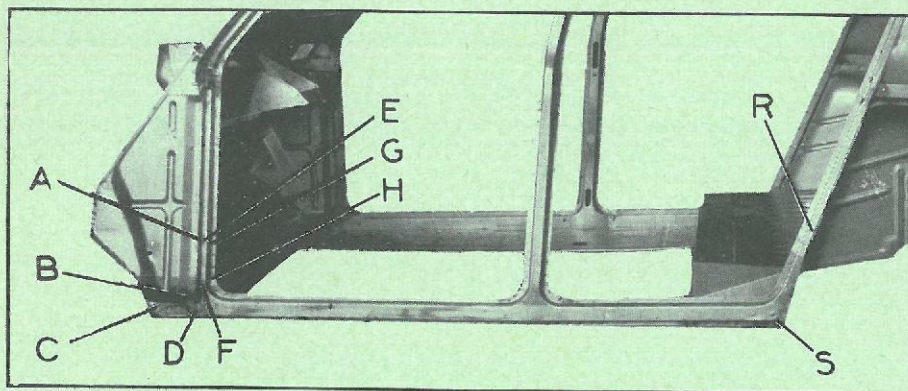

Fig. 1
- AB (fig. 1)
- CD (fig. 1)
- EF (fig. 1)
- GH (fig. 1)
- RS (fig. 1, 4 et 5)